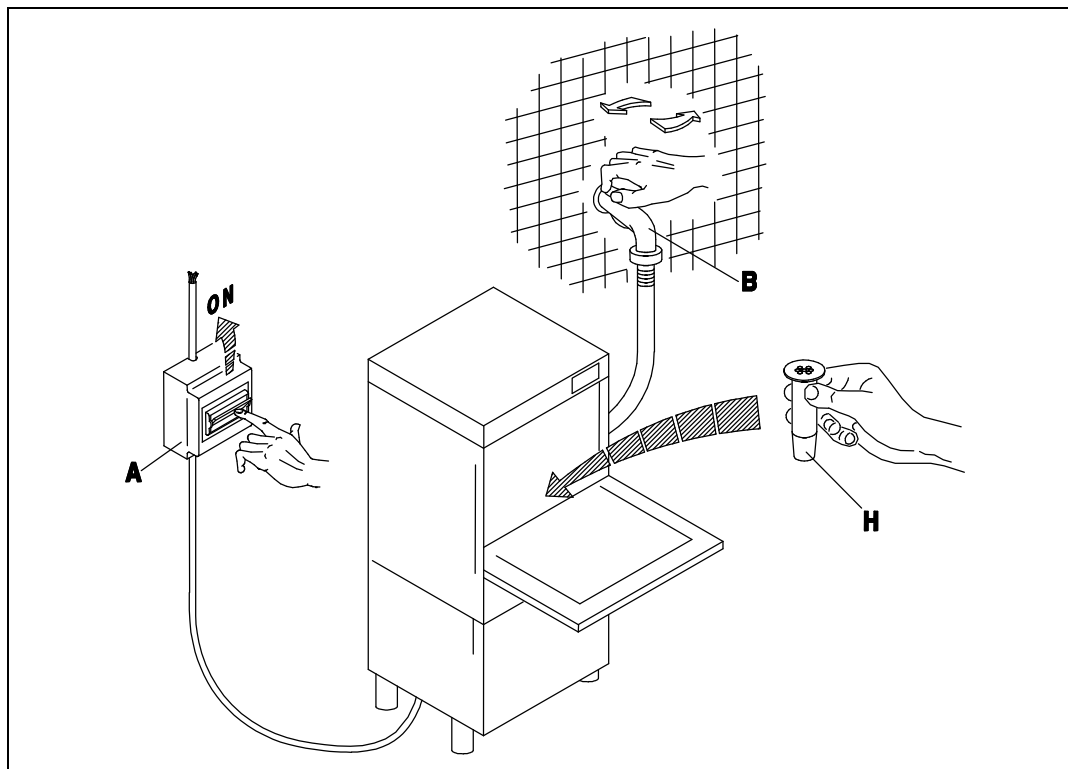

Fig. 3-1
- Aprire il rubinetto dell'acqua (B), inserire l'interruttore generale (A). Attivare l'interruttore principale dell'apparecchio (1), ne conseguirà l'accensione della spia (A) evidenziando che la macchina è sotto posta a tensione. A porta chiusa l'apparecchio si riempie d'acqua e alla fine del carico, si inseriscono automaticamente le resistenze della vasca e del boiler in alternanza. Il funzionamento delle resistenze è reso visibile dall'accensione delle spie (D) ed (E). Quando entrambe le spie si spengono l'acqua avrà raggiunto le temperature impostate e l'apparecchio sarà pronto per iniziare il lavaggio. (fig. 3-1÷3-2)
- Turn on the water tap (B) and switch on the master switch (A). Turn the appliance ON switch (1), which will cause the warning light (A) to illuminate, indicating that the machine is live. When the door is closed the appliance fills with water. When it is full, the tub and boiler heating elements come on automatically in alternation. When the elements are activated, the warning lights (D) and (E) are illuminated. When both warning lights go out the water has reached the set temperature and the appliance is ready to begin the washing cycle. (fig. 3-1÷3-2)
- Öffnen Sie den Wasserhahn (B) und betätigen Sie den Hauptschalter (A). Beim Betätigen des Hauptschalters (1) am Geschirrspüler wird die Anzeige (A) aufleuchten, an der Sie erkennen können, daß die Maschine unter Spannung steht. Bei geschlossener Tür läuft Wasser in die Maschine; ist die nötige Wassermenge einmal erreicht, so schalten die Widerstände des Spülbehälter und des Boilers automatisch eines nach dem anderen, ein. Der Betrieb der Widerstände wird durch das Aufleuchten der Anzeigen (D) und (E) erkennbar. Beide Leuchtanzeigen erlöschen, wenn das Wasser eine vorbestimmte Temperatur erreicht hat, d. h. wenn die Maschine betriebsbereit ist. (fig. 3-1÷3-2)
- Ouvrir le robinet (B) et insérer l'interrupteur général (A). Ouvrir l'interrupteur principal de l'appareil (1), le voyant (A) s'allumera ce qui signifie que la machine est branchée. L'appareil se remplit d'eau avec porte fermée et à la fin du chargement les éléments chauffants de la cuve et du boiler entrent automatiquement en action en alternance. Les voyants (D) et (E) s'allument quand les éléments chauffants fonctionnent. Les deux voyants s'éteignent dès que l'eau a atteint la température programmée et l'appareil est prêt pour commencer le lavage. (fig. 3-1÷3-2)
- Abrir el grifo del agua (B), conectar el interruptor general (A). Activar el interruptor principal del aparato (1); el encendido de la luz testigo (A) indica que la máquina está en tensión. Con puerta cerrada el aparato se llena de agua y cuando la carga esté terminada se conectarán automáticamente las resistencias del tanque y de la caldera en la alternación. El funcionamiento de las resistencias es señalado por el encendido de las luces indicadoras (D) y (E). Cuando ambas luces se apaguen, el agua habrá alcanzado la temperatura programada y el aparato estará listo para empezar el lavado. (fig. 3-1÷3-2)
- Abrir a torneira de água (B), acionar o interruptor geral (A). Acionar o interruptor principal do aparelho (1), a luz (A) se acende evidenciando que a máquina esta sob tensão. Uma vez fechada a porta se enche de água e no final, as resistencias do cuba e do boiler começam a funcionar automaticamente na alternção. As luzes (D) e (E) indicam o funcionamento das duas resistencias. Quando ambas se apagarem é porque a temperatura alcançou seu nível desejado e a máquina estará pronta para iniciar a lavagem. (fig. 3-1÷3-2)
- Draai de waterkraan (B) open en schakel de hoofdschakelaar (A) in. Schakel de hoofdschakelaar van het apparaat (1) in waarna het lampje (A) gaat branden waaruit blijkt dat de machine onder stroom staat. Als de deur dichtgedaan wordt, loopt het apparaat vol met water en na afloop van het vollopen worden de verwarmingselementen van de kuip en van de boiler automatisch ingeschakeld in de afwisseling. De werking van de verwarmingselementen blijkt uit het feit dat de lampjes (D) en (E) gaan branden. Als allebei de lampjes uitgaan dan heeft het water de ingestelde temperatuur bereikt en is het apparaat klaar om met het afwasprogramma te beginnen. (Afb. 3-1 - 3-2)
- A riempimento avvenuto, aprire la porta (I) e introdurre il detersivo (ca. 2 gr. per litro di capacità della vasca). Inserire il cesto (L) carico e chiudere la porta (I). Selezionare il ciclo di lavaggio inserendo il pulsante (4) (ciclo breve (II) tasto premuto ÷ ciclo lungo (I) tasto rilasciato). A questo punto premere il pulsante START (3) (almeno per 2 secondi) e avrà inizio il ciclo di lavoro visualizzato dalla lampada spia (C): la fine del ciclo coincide con lo spegnimento di questa spia. Per spegnere la macchina si dovrà disinserire l'interruttore (1) portandolo nella posizione (0) spia (A) spenta. (Fig.3-1÷3-3).
- Lorsque le remplissage est terminé, ouvrir la porte (I) et verser le détersif (environ 2 g pour chaque litre remplissant la cuve). Introduire le panier (L) plein et fermer la porte (I). Sélectionner ensuite le cycle de lavage en actionnant le bouton-poussoir (4) (cycle court (II) touche enfoncée ÷ cycle long (I) touche relâchée). A ce stade, presser le bouton-poussoir START (3) (au moins 2 secondes) et le cycle de fonctionnement commencera, visualisé par la lampe-témoin (C). La fin du cycle coïncide avec l'extinction de ce voyant. Pour arrêter la machine, il faudra débrancher l'interrupteur (1) en le ramenant sur la position (0): lampe-témoin (A). (Fig.3-1÷3-3).
- Después del llenado, abra la puerta (I) y vierta el detergente (2 gramos aproximadamente por litro de capacidad de la cuba). Introduzca el cesto (L) carga y cierre la puerta (I). Seleccione el ciclo de lavado por medio del selector (4) (ciclo breve (II) tecla pulsada ÷ ciclo largo (I) tecla soltada). Pulse ahora START (3) (al menos durante 2 segundos) para arrancar el ciclo de trabajo: se enciende la luz testigo (C), que se apagará al final del ciclo. Para apagar la máquina desconecte el interruptor (1) posición 0, luz testigo (A) apagada. (Fig.3-1÷3-3).
- Doe na het vollopen de deur open (I) en doe er afwasmiddel in (ongeveer 2 g per liter inhoudscapaciteit van de kuip). Doe de beladen korf (L) erin en doe de deur (I) dicht. Stel het afwasprogramma in door op de knop (4) te drukken (kort programma (II) toets ingedrukt – lang programma (I) toets losgelaten). Druk nu op de START knop (3) waarna (minstens 2 seconden) het afwasprogramma zal beginnen dat aangegeven wordt door het controlelampje (C): het einde van het programma valt samen met het uitgaan van dit lampje. Om de machine uit te schakelen moet u de schakelaar (1) uitschakelen door hem op de stand (0) te zetten, lampje (A) uit (Afb. 3-1 ÷ 3-3).